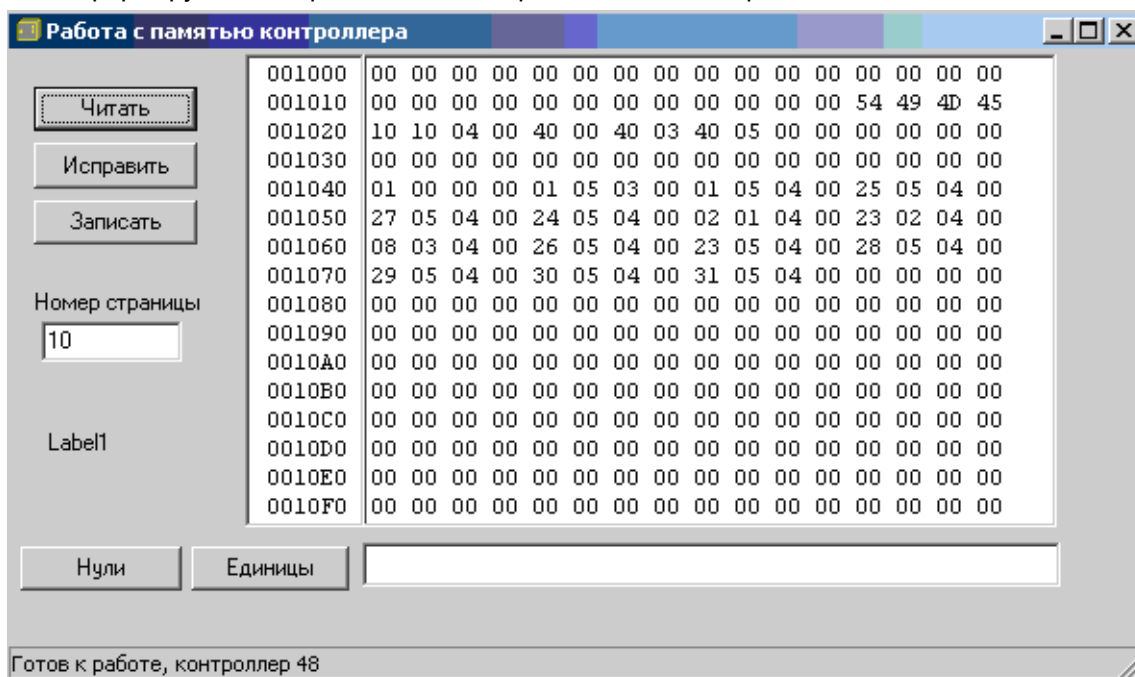

Рис. 7
Зная номера страниц памяти контроллера можно просмотреть и при необходимости исправить некоторые установки контроллера. Для этого нужно выбрать контроллер, нажать кнопку «Работа с памятью», которая находится на панели (1) главного окна программы. При этом на экране появится форма под названием "Работа с памятью контроллера" (см. Рис. 7).